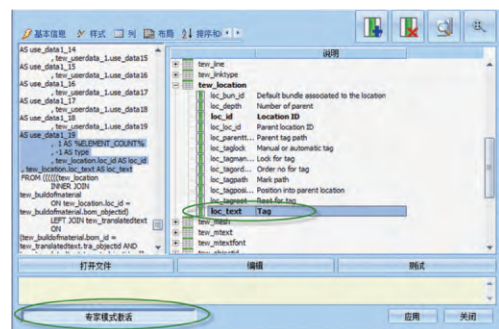

图 10
(5) 选择一个变量，并且添加简单格式，然后【确定】，如图 10 所示 (注意：要是显示变量不够用，可以【专家模式激活】的状态下，通过 SQL 查询语言添加。